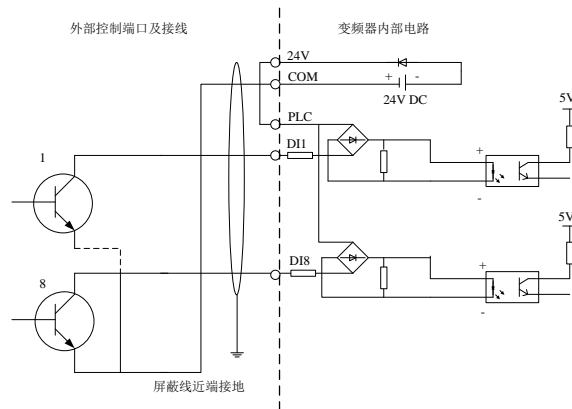

图2-3 使用变频器内部+24V电源NPN控制
- 1) 使用变频器内部+24V电源，外部控制器为NPN型输出的连接方式，如图2-3所示。